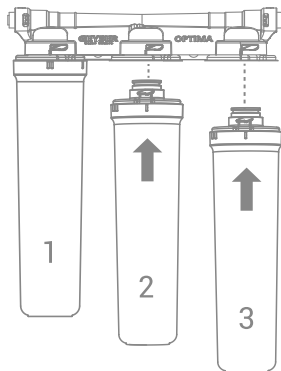

Рис. 2
2. Установите по очереди картриджи в блок, в соответствии с их нумерацией (рис. 2).